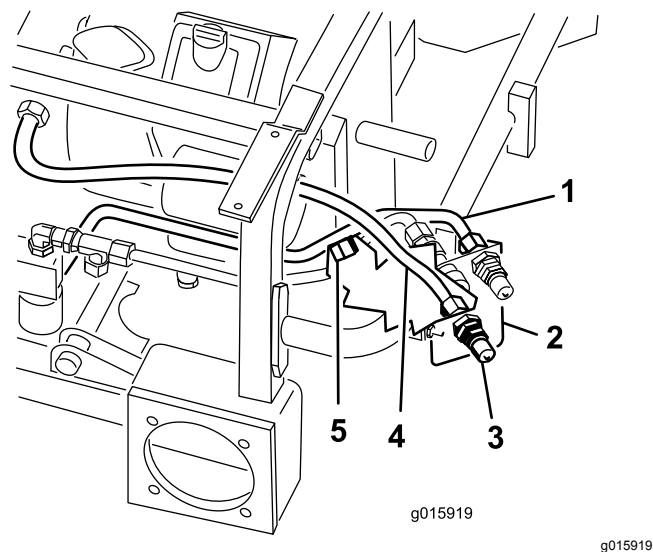

**Рисунок 16**
5. Разместите гидравлическую трубку № 2 на машине, как показано на Рисунок 16.
6. Подсоедините гидравлическую трубку № 2 к тройнику, установленному на прямоугольное колено в верхней части клапана (Рисунок 16).
7. Подсоедините гидравлическую трубку № 2 к верхнему соединителю с внутренней резьбой (Рисунок 16).